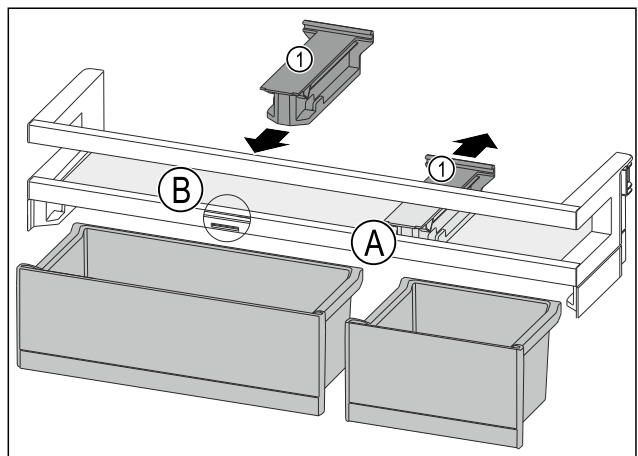

Fig. 142
- ▶ Halteteil Fig. 142 (1) in Position Fig. 142 (A) nach hinten abziehen.
- ▶ Halteteil Fig. 142 (1) in Position Fig. 142 (B) einsetzen.